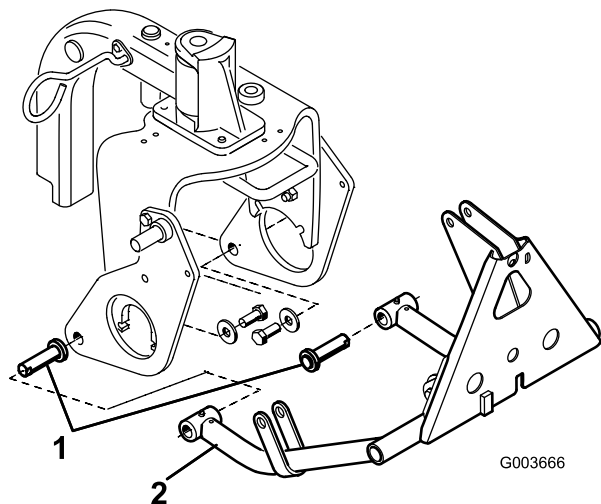

Figure 8
3. Insérez une goupille cylindrique dans chaque tube d'arbre de poussée, comme illustré à la Figure 8.
4. Insérez les tubes des arbres de poussée dans les plaques de support droite et gauche en alignant les guides des goupilles cylindriques avec les trous dans les plaques de support (Figure 8).
5. Montez chaque goupille cylindrique sur chaque plaque de support avec un boulon (5/8 x 1-1/2") et une rondelle (1,68 D. ext. x 0,65 D. int.) comme illustré à la Figure 8. Serrez les boulons à 203 Nm.